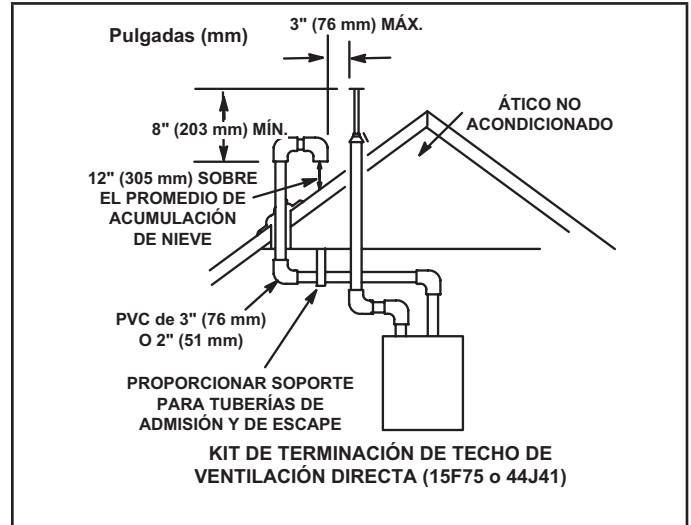

FIGURA 25
Las tuberías de entrada y de escape se pueden tender ya sea horizontalmente a través de una pared exterior o verticalmente a través del techo. En instalaciones en un ático o clóset, se prefiere la terminación vertical a través del techo. La FIGURA 25 a la FIGURA 32 muestran terminaciones típicas.
- 3 - En las terminaciones de techo, la tubería de entrada debe terminar recta hacia abajo usando dos codos de 90° (FIGURA 25).